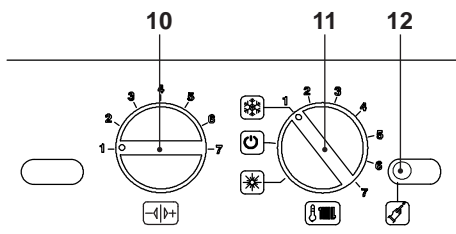
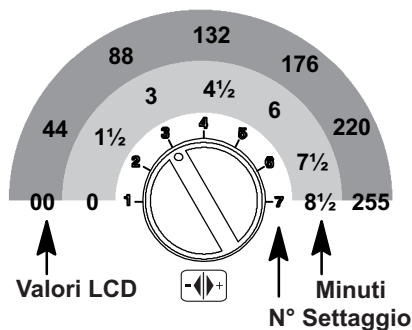

Figura 5.89
Figura 5.93
- Posizionare le manopole 10 e 11 come indicato in Figura 5.89.
- Per settare il tempo di frequenza di riaccensione bisogna entrare in programmazione premendo per 15 secondi il pulsante di ripristino 12, in Figura 5.89 fino alla comparsa del parametro P01 sul display LCD; sul display LCD compare la seguente visualizzazione (la sequenza P01 si alterna --- --).
- Premere il pulsante di ripristino 12 in Figura 5.89 per lo scorrimento dei vari parametri sino al raggiungimento del parametro **P10** valido per il settaggio della frequenza di riaccensione; sul display LCD compare la seguente visualizzazione (la sequenza **P10** si alterna a **88**).
- Per cambiare il settaggio ruotare la manopola regolazione temperatura sanitari 10 in Figura 5.89 e posizionarla sul tempo prescelto Figura 5.93 (nella figura esempio manopola settata per frequenza di riaccensione di tre minuti).
Il passo del settaggio della manopola 10 Figura 5.93 corrisponde a un valore letto sul display LCD di circa **44** (90 secondi) e que-